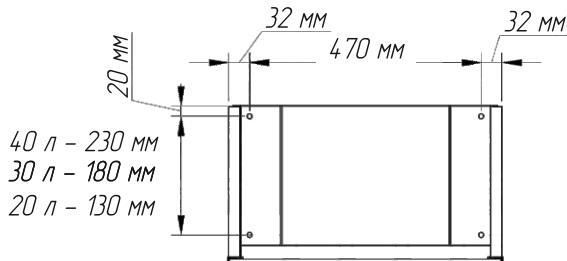
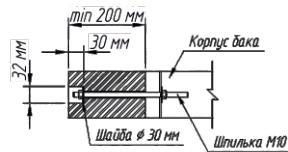

Рис. 2
Рис. 3
- 2** Определите место установки обливного устройства с учетом его веса, габаритов и несущей способности стены, на которую оно будет установлено, разметьте места установки анкеров для подвеса обливного устройства (см. рис. 2, рис. 3). (Анкера в комплект поставки не входят, и подбираются потребителем самостоятельно в зависимости от толщины стены на которую будет смонтировано обливное устройство)
- 5** Надежно закрепите обливное устройство на стене при помощи 4 анкеров из шпильки М10 с гайками (см. рис. 3)